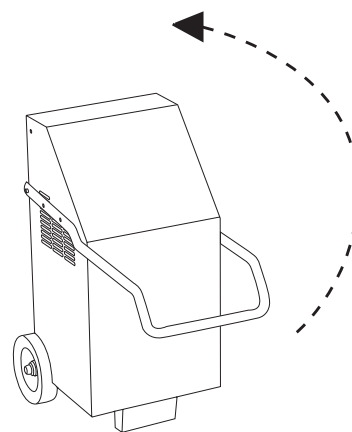

Figura 2. Levante el asa
3. El asa del cargador está parcialmente fijada y se encuentra hacia abajo en la parte delantera de la unidad. Levante el asa hacia arriba hasta ponerla en posición vertical, perpendicular a la parte superior de la unidad. Tire ligeramente de cada lado del asa hacia fuera, de manera que los tornillos de la tapa queden al descubierto (véase Figura 2).